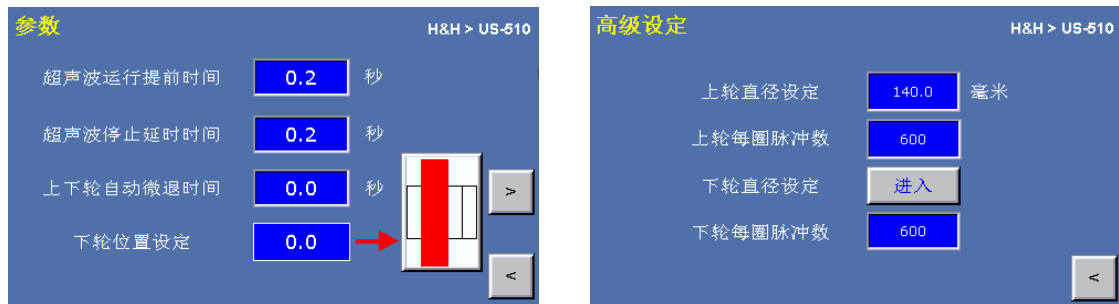

图 1
- ◇ 控制中心内部参数设定是否与出厂值一致，出厂值参数(如图 1 所示)。